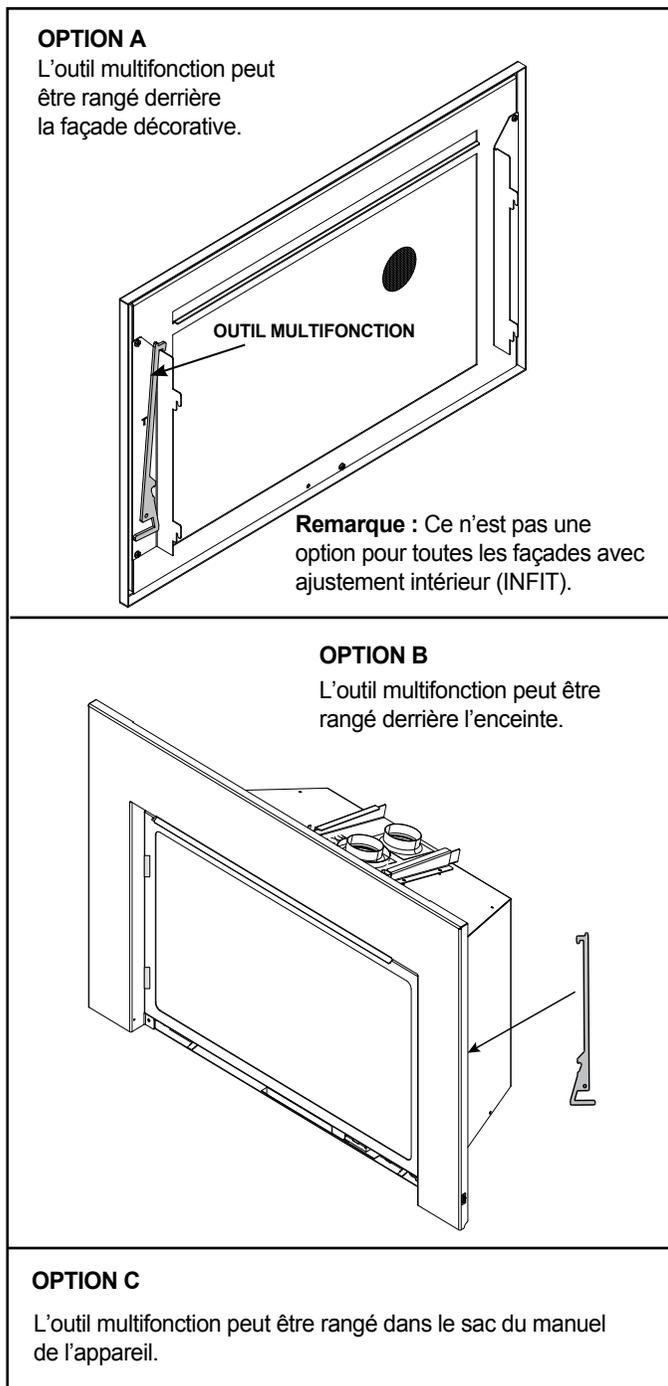

Figure 2.3 Options de rangement de l'outil multifonction
- Voir la figure 2.3 pour les options de rangement de l'outil multifonction.